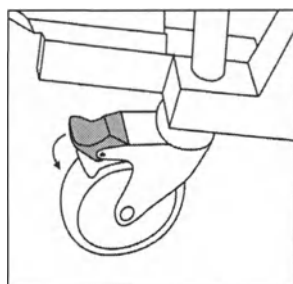

Рисунок 11
- 3) Зафиксировать оба задних колеса тележки тормозами, опустив рычаги тормозных механизмов в нижнее положение – см. рисунок 11.